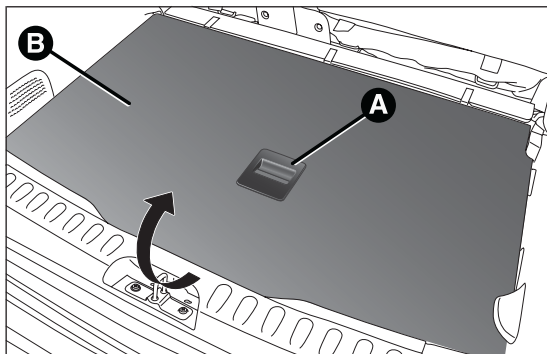

fig. 90
- saisir la poignée A fig. 90 et soulever vers le haut le plan B en le tenant d'une main ;
- saisir la poignée A fig. 90 et retirer le plan B ;